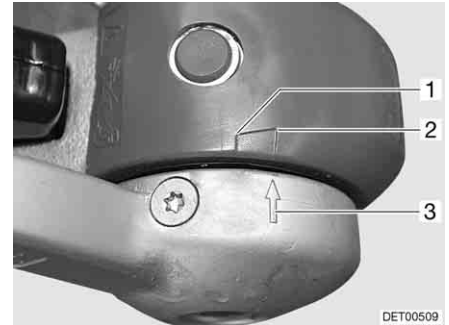

Bild 196 Reibebeläge
- Wenn der Pfeil an der Druckscheibe (Bild 196,3) vor oder an der Markierungsfläche (Bild 196,2) steht, sind die Reibebeläge noch im Neuzustand.
- Wenn der Pfeil an der Druckscheibe innerhalb der Markierungsfläche (Bild 196,1 bis 2) steht, sind die Reibebeläge leicht abgenutzt.
- Wenn der Pfeil an der Druckscheibe am Ende der Markierungsfläche (Bild 196,1) steht oder sie überschreitet, sind die Reibebeläge abgenutzt.